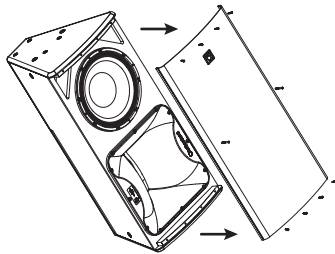

Fig. 1
2. Remova os 10 parafusos posi-drive que prendem a grade no lugar e coloque a grade de lado (fig. 1).
14. Substitua a grelha (fig. 1) e verifique as fases do armário antes de o utilizar.